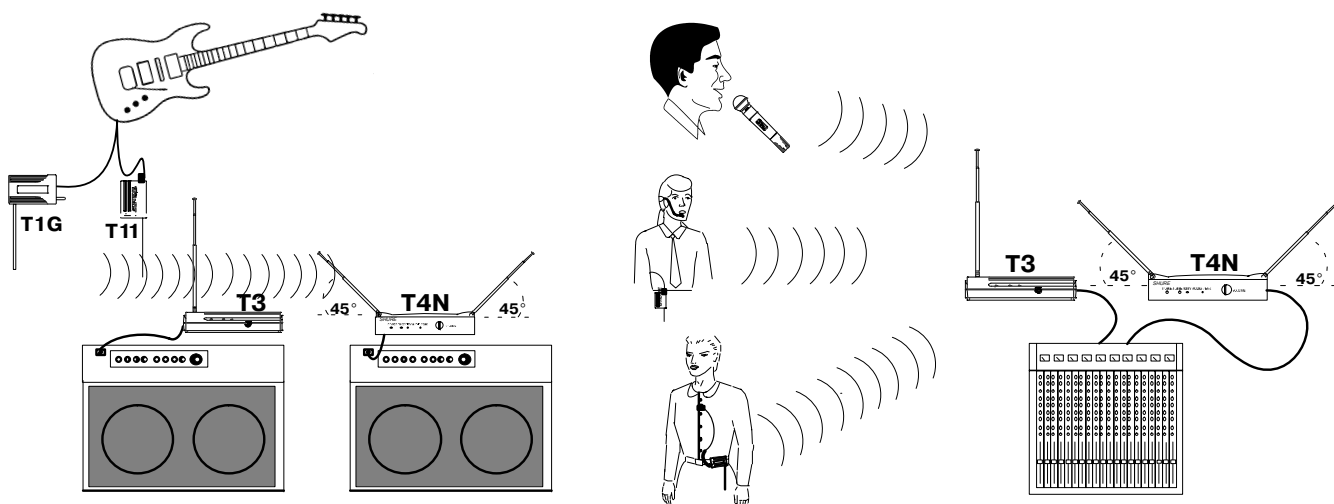

Рис.8 Установка и работа передающих и приемных узлов системы
Приемник модели “Guitarist”. Коммутация с входом микшера или усилителя производится с помощью стандартного гитарного шнура. (Рис. 8)
3. Установка антенн. Антенна приемника серии T3 должна быть полностью выдвинута и установлена в вертикальном положении. Антенны приемника серии T4N должны быть полностью выдвинуты и установлены под углом 45° к вертикали (Рис. 8).